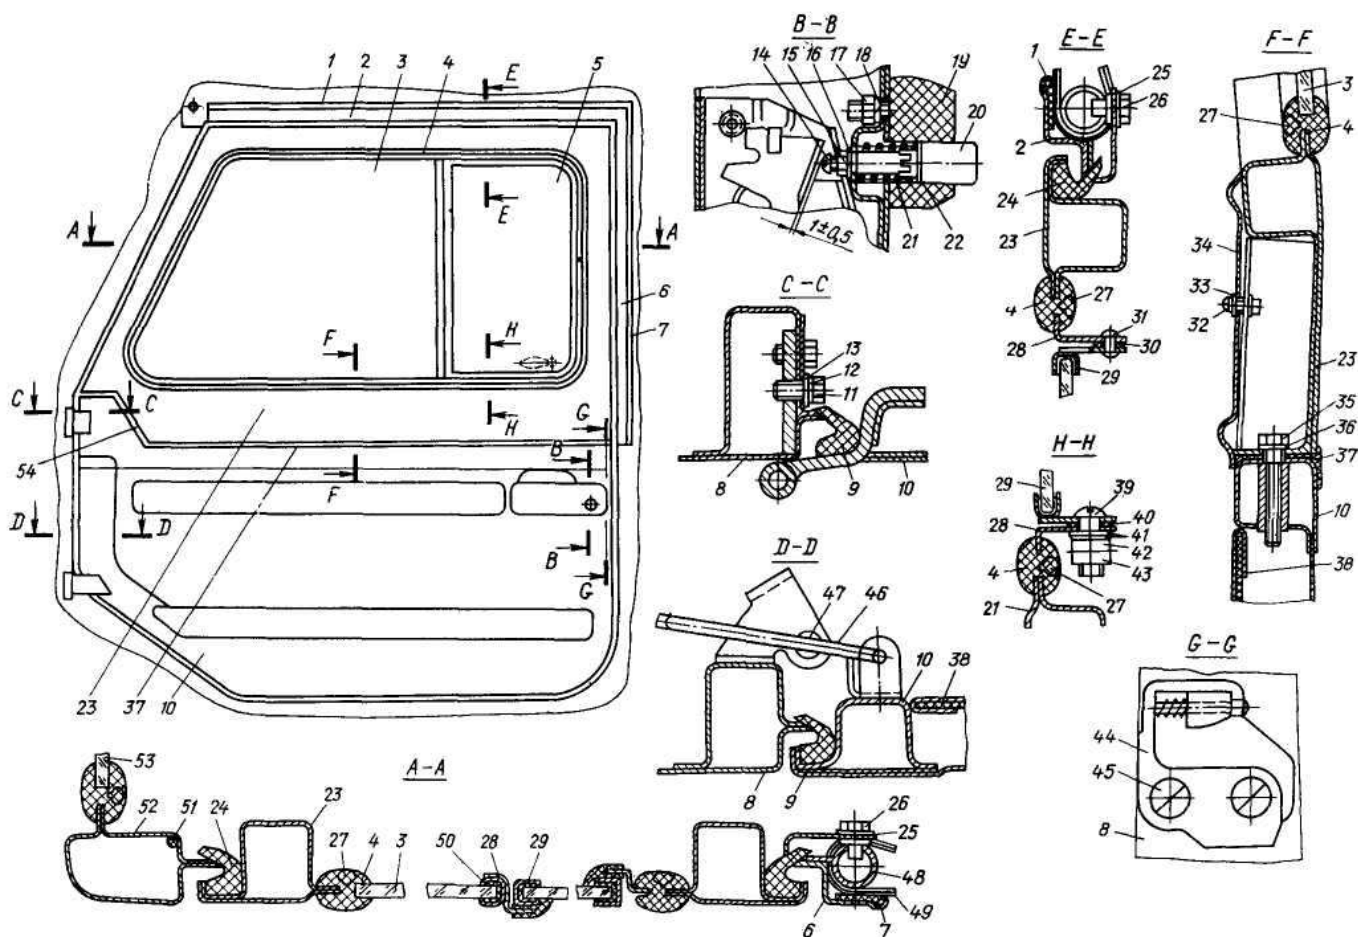
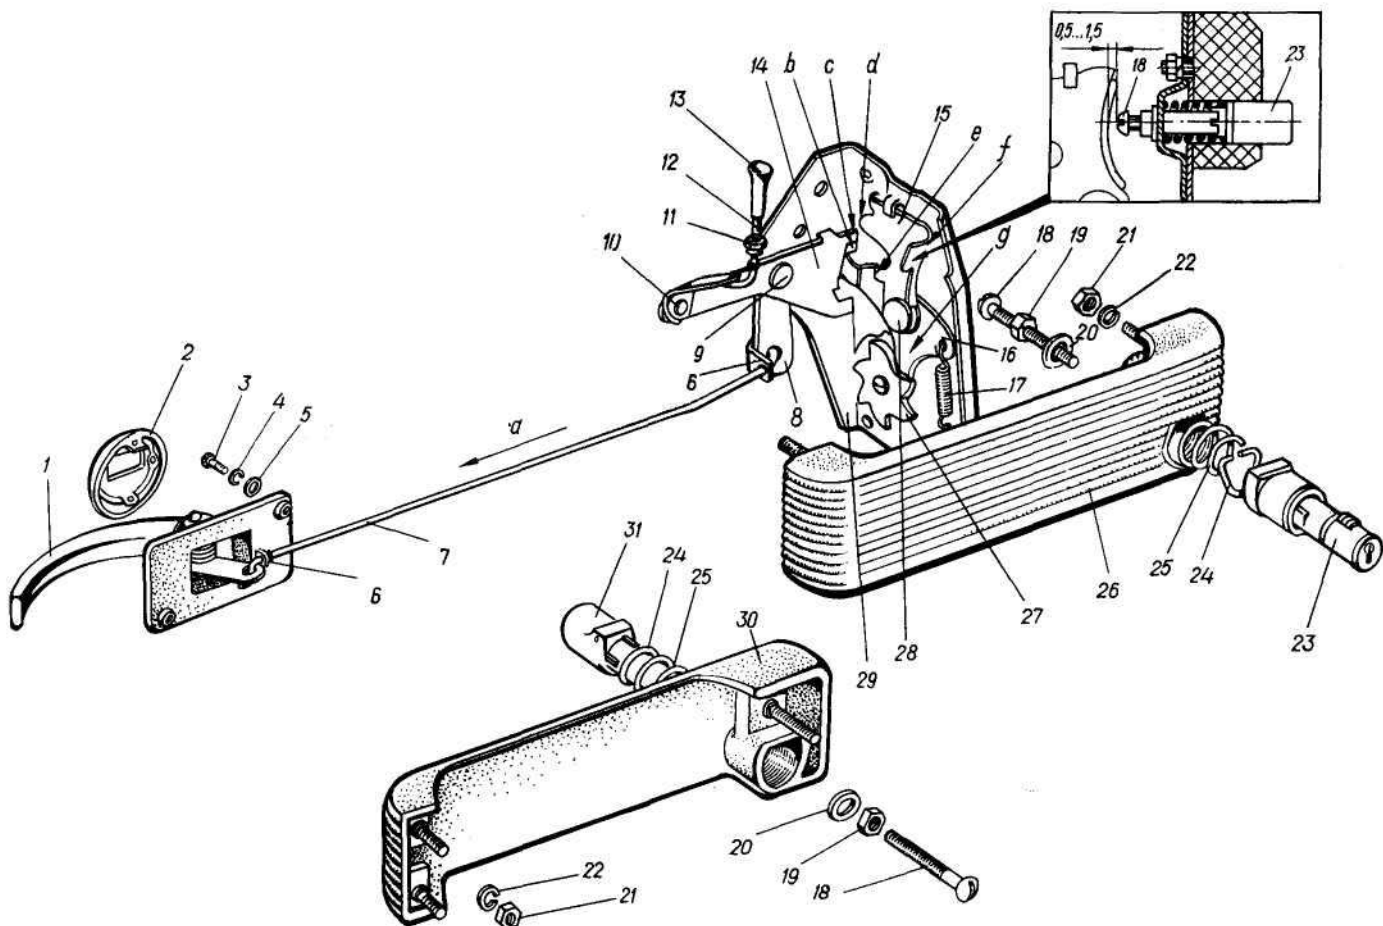
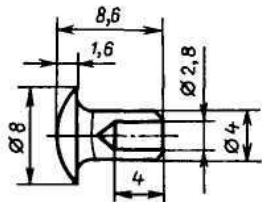
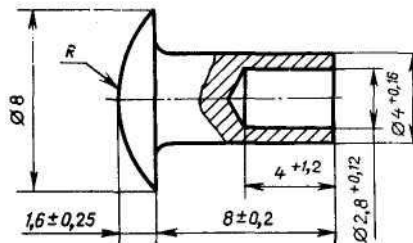

Рис. 242. Дверь со стёклами и уплотнителями:
Рис. 243. Замок, привод замка и ручки:
Рис. 245. Заклёпка крепления тяги запирающего механизма к замку двери
Рис. 246. Заклёпка для крепления поворотного окна двери к рамке окна
- отвинтите и снимите восемь болтов 26 (рис. 242) с шайбами 25 крепления желобков проёмов дверей к передней дуге и к связям дуг каркаса тента. Снимите желобки с уплотнителями в сборе;
- установите и закрепите болтами 26 (рис. 242) с шайбами 25 желобки проёмов дверей в сборе с уплотнителями. При установке не допускайте перекоса желобков и образования щели в угловом стыке. Болты завинтите равномерно до отказа.
Устройство. Конструкция двери показана на рис. 242, 243, 244. Дверь имеет съёмную надставку 23 (рис. 242).
Замок двери автомобиля — роторного типа (рис. 243 и 244). Состоит из корпуса 29 (рис. 243), установленных шарнирно на оси 28 щеколды 15 и собачки 16 храповика и на оси 9 — рычага 8 замка рычага запирающего механизма 14. Собачка храповика в зацеплении с храповиком 27 удерживается пружиной 17. Для открывания двери необходимо вывести из зацепления с храповиком собачку храповика. При открывании двери снаружи — нажатии на кнопку привода замка винт 18 упирается в полку *f* щеколды 15, которая, поворачиваясь на оси 28, своим захватом *e* поворачивает собачку 16 храповика, выводя её зуб *g* из зацепления.
Снятие и установка замка, наружной ручки, кнопки. Для замены замка двери, наружной ручки двери, кнопки наружной ручки предварительно снимите подлокотник, крышку замка двери (крепится пятью винтами) и кнопку запирающего механизма. На тягу 12 (рис. 243) кнопка навинчивается до упора.
Для снятия кнопки наружной ручки двери отпустите контргайку 15 (рис. 242) и вывинтите из кнопки винт 14. Порядок установки кнопки: заведите в отверстие каркаса двери со стороны замка винт 14 с навинченной контргайкой 15 и надетой шайбой 16, наденьте на кнопку пружинную скобу 22 и пружину 21 и, вставив сборку в отверстие наружной ручки, завинтите в кнопку винт 14 до получения зазора между его головкой и щеколдой замка 0,5...1,5 мм, как показано на рис. 242; удерживая винт от проворачивания, завинтите до отказа контргайку.
Для снятия замка двери наметьте линии его расположения на каркасе двери, отвинтите три винта его крепления к каркасу двери, затем снимите резиновую прокладку 6 (рис. 243) и разъедините замок с тягой 7. При замене замка следует, спилив головку заклепки 10, отсоединить тягу 12 от снимаемого замка и закрепить на вновь устанавливаемый новой заклёпкой (рис. 245). Установку замка производите в последовательности, обратной снятию. При этом замок расположите по намеченным линиям, проверьте и при необходимости отрегулируйте зазор между головкой винта 14 (рис. 242) и щеколдой замка, как указано выше.
- поверните дверь в крайнее открытое положение и снимите ограничитель 46 (рис. 242) и фиксатор 47;
- установите дверь петлями в прорези обшивки по местам крепления и закрепите (без затяжки) шестью болтами 11 (рис. 242) с плоскими 13 и пружинными 12 шайбами;
- с помощью отвёртки выведите в месте стыка конец вкладыша 27 (рис. 242) и, не допуская разрывов, выньте вкладыш из уплотнителя;
Для снятия поворотного окна с окантовкой в сборе с рамки необходимо снять заклёпку 31, спилив её замыкающую головку, отвинтить контргайку 43 и гайку 42 и снять винт 39, шайбы 41, 40 и 30. Крепление поворотного окна в рамке производите в обратной последовательности. Заклёпку применяйте согласно рис. 246. Тарельчатые пружинные шайбы 41 (рис. 242) друг к другу ставьте большими диаметрами. Гайку 42 затяните настолько, чтобы усилие поворота окна было в пределах 0,8...1,0 кгс.